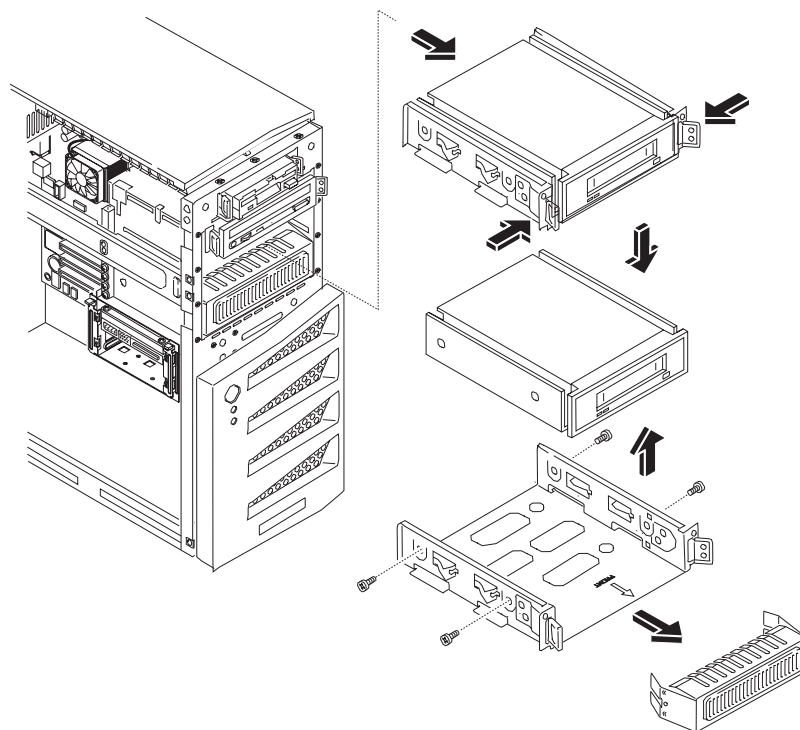

Figure 3-11. Installation d'une unité de sauvegarde sur bande (en option)
Voir la Figure 3-11.
6. Retirez le blindage (RFI) du troisième berceau de montage. Voir la Figure 3-11.
a. Placez l'unité dans le berceau et fixez-la à l'aide des vis fournies. Voir la *Figure 3-11*.